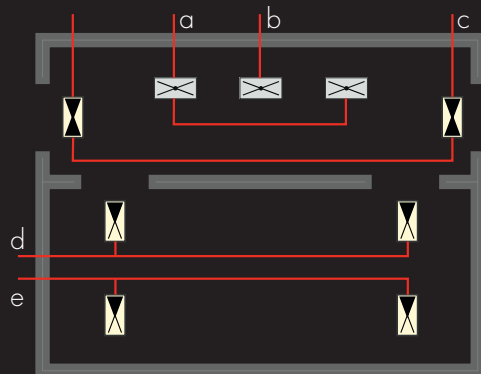

fig.1
- solo in emergenza (fig.1 circ. a-b)
- sempre acceso (fig.1 circ. c)
- comando ON-OFF (fig.1 circ. d-e)